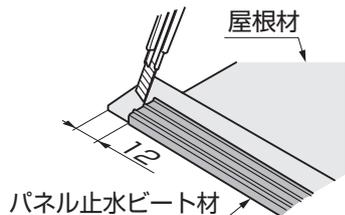

図9-6 シングルの場合
- ③シングルの場合のみ、水上側のパネル止水ビート材が屋根材より12mm短くなるように切断してください。(図9-6参照)